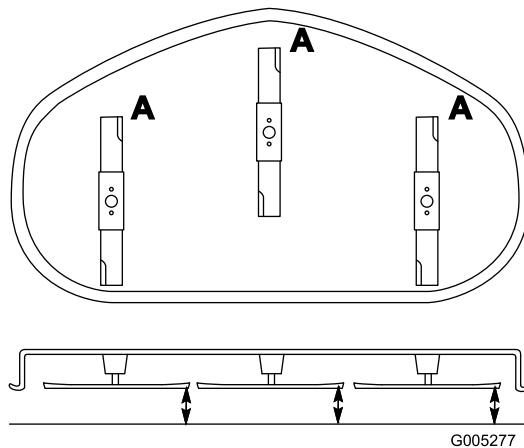

Figura 36
1. Gire las cuchillas hasta que los extremos estén orientados hacia adelante y hacia atrás (Figura 36). Mida desde una superficie nivelada hasta el filo de corte, posición A, de las cuchillas (Figura 36). Anote esta dimensión.